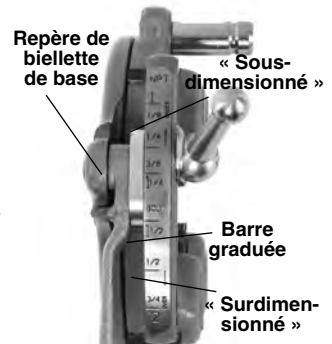

Figure 6 – Réglage du pas de filetage
3. Commencez par aligner le repère de la biellette avec le repère dimensionnel voulu de la barre graduée. Sur les têtes de filière Mono et Boulonnerie, alignez le repère de la biellette sur le repère de base de la barre graduée. Pour le filetage de boulonnerie avec une tête de filière universelle, alignez les filières de boulonnerie sur le repère « BOLT » de la barre graduée (Figure 6).